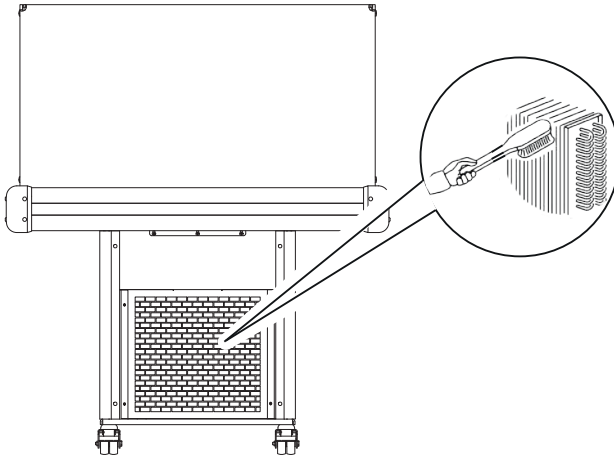

Fig.16
- rimuovere la polvere con l'ausilio di una spazzola a setole morbide (Fig.16).